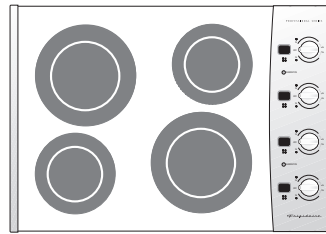
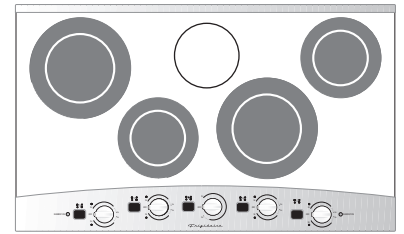
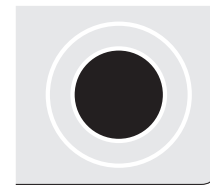
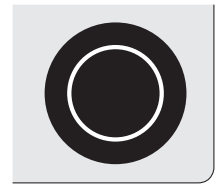

Fig. 3
Fig. 4
Fig. 5
Fig. 6
La cubierta de cocinado de 30" viene equipada con elementos radiantes duales en todas las posiciones (véase fig. 3). La cubierta de 36" viene equipada de elementos radiantes duales localizados en todas las posiciones excepto en la posición posterior de centro (véase fig. 4). Los símbolos en la perilla se usan para identificar la zona de cocción del elemento que calentará. El símbolo • indica que solamente la zona interior se calentará (Véa la Fig. 5). El símbolo ◎ indica que se calentarán tanto lo zona exterior como interior (Véa la Fig. 6). Usted puede cambiar cualquiera de estos dos ajustes en cualquier momento mientras esté cocinando.
2. Oprima y gire la perilla de control a la izquierda (Véa la Figs. 5 & 7) para un utensilio de cocina más pequeño o a la derecha (Véa la Fig. 6 & 8) para un utensilio más grande asta el ajuste deseado usando la pantalla del indicador digital ESEC.